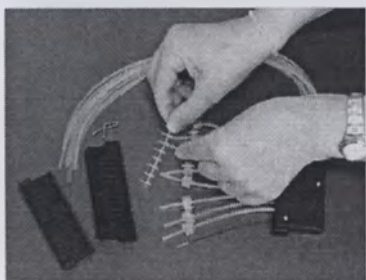

Рисунок 5-25. Удаление старой полоски с наконечниками
3. Удалите коллектор наконечников, крепления трубок и оставшиеся трубки из нижней части кассеты. Затем отсоедините полоску с наконечниками от трубок, вытаскивая трубки из полоски с наконечниками (рисунок 5-25).